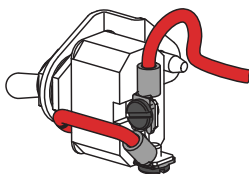

Figure 15
4. Dévisser les deux bornes et retirer les fils rouges de la pompe à l'arrière du commutateur (voir Figure 15).